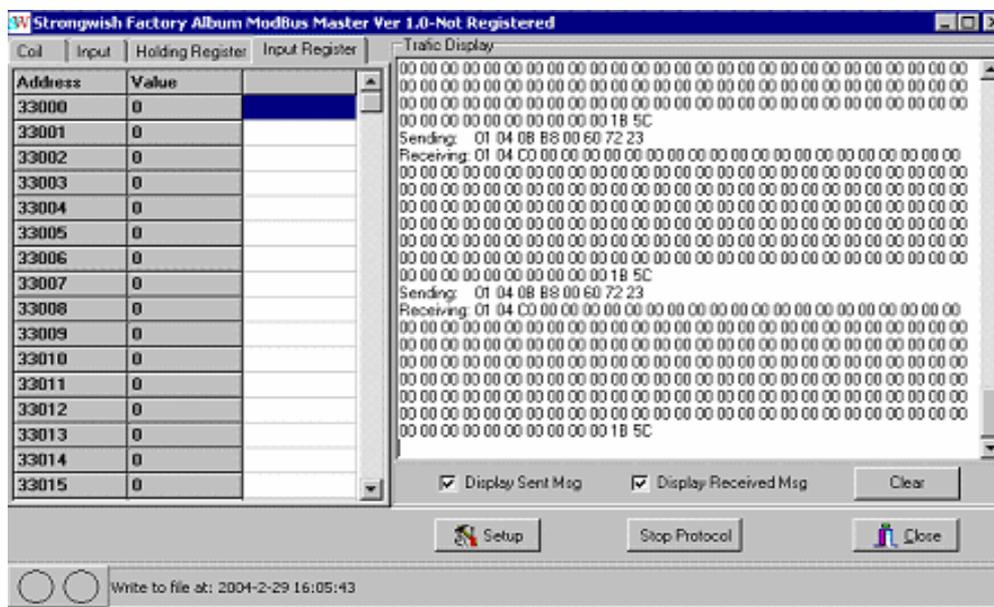

图 6-6 通讯量显示界面
4. 设置完成后点击“Start Protocol”，信息栏如图 6-6 所示，表示通讯成功。Value 栏中显示各个地址的数据，左下角有两个绿色的小指示灯交替闪烁。